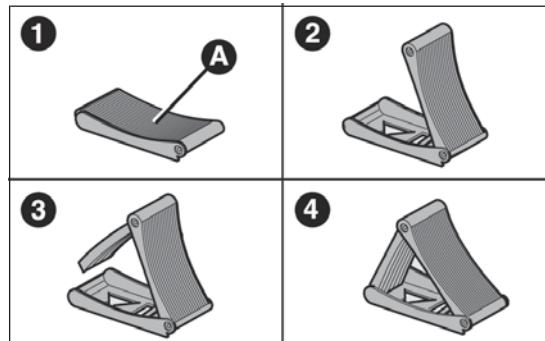

fig. 157
- ☐ prelevare il cuneo di bloccaggio A dalla borsa attrezzi ed aprirlo a libro secondo lo schema illustrato in fig. 157;